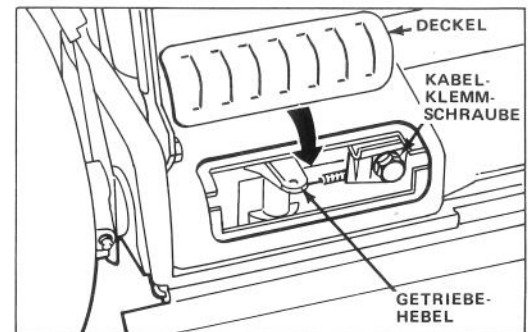

Bild 26
2. Deckel vom hinteren Teil des Mähergehäuses abnehmen (Bild 26).
4. JUSTIERUNG (Bild 26) — Kabelklemmschraube soweit lösen, bis der Kabelstrang gleitet. Getriebehebel in Richtung Kabelklemme drücken. Kabel nach rechts drücken, um Spiel zu eliminieren und Klemmschraube anziehen.
5. Zugriffsplatte abnehmen und rund um den Getriebekasten reinigen (Bild 26).